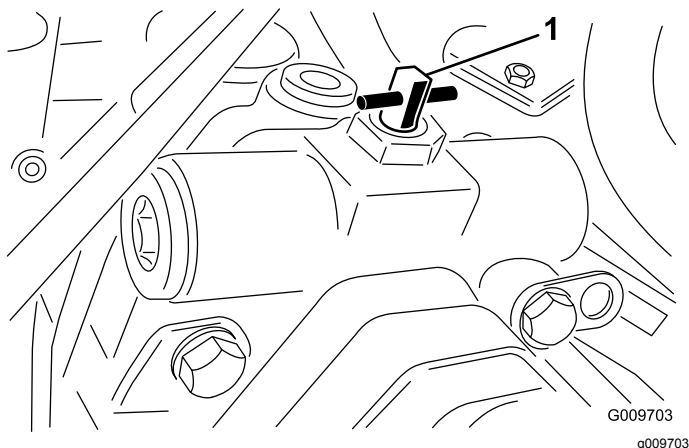

Figure 63
3. Tournez la vanne de dérivation à 90° (un quart de tour) dans un sens ou dans l'autre pour l'ouvrir et faire dériver le liquide à l'intérieur (Figure 63).
2. Tournez la vanne de dérivation à 90° (un quart de tour) dans un sens ou dans l'autre pour l'ouvrir et faire dériver le liquide à l'intérieur (Figure 63).